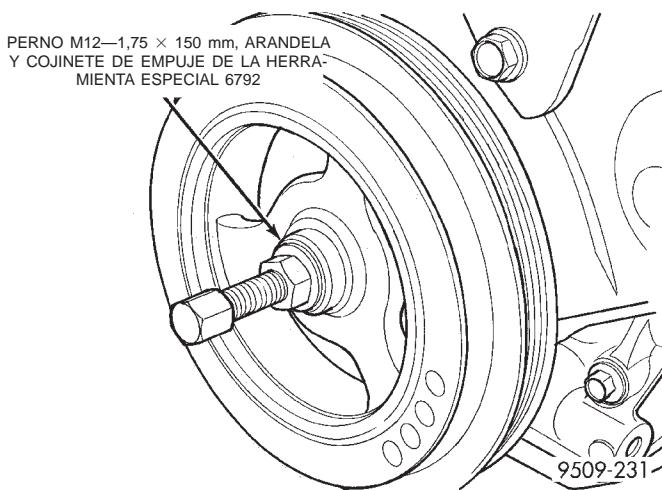

Fig. 64 Amortiguador del cigüeñal—Instalación
(12) Retire el gato de debajo del motor.
(13) Instale el amortiguador del cigüeñal, utilizando el perno M12-1,75 x 150 mm (0,0687 x 13,95 pulg.), arandela, cojinete de empuje y tuerca de la herramienta especial 6792. Instale el perno del amortiguador del cigüeñal y apriete con una torsión de 142 N·m (105 lbs. pie) (Fig. 64).
(14) Instale las correas de transmisión de accesorios. Para informarse del procedimiento, consulte el Grupo 7, Sistema de refrigeración.
(15) Eleve el vehículo sobre el elevador e instale el zócalo interno derecho.
(16) Baje el vehículo y efectúe el procedimiento de reprendizaje de la sincronización del árbol de levas y del cigüeñal del siguiente modo: